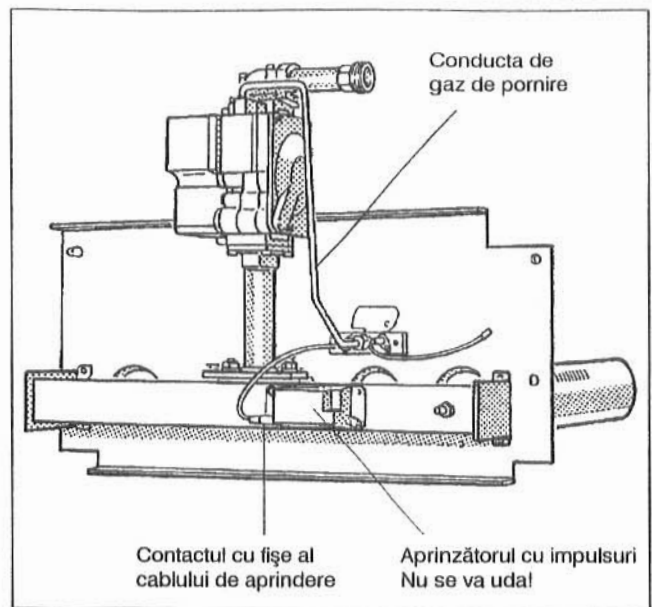

Fig. 33: Arzătorul de gaz
- Racordul cu fișe al cablului de aprindere se va desface de la aprinzătoarele cu impulsuri (Fig. 33).
- Conducta de gaz de pornire se desface de la arzătorul de pornire (Fig. 33).
- Se desfac cele două șuruburi de la arzătorul de pornire iar acesta se scoate cu grijă afară (Fig. 33).
- Barele arzătorului se scufundă în apă cu detergent și se periază. Se va ține cont aici ca izolația termică la plăcuța arzătorului și aprinzătorul cu impulsuri să nu se ude! Dacă este necesar aprinzătorul cu impulsuri se va deșuruba (Fig. 33).